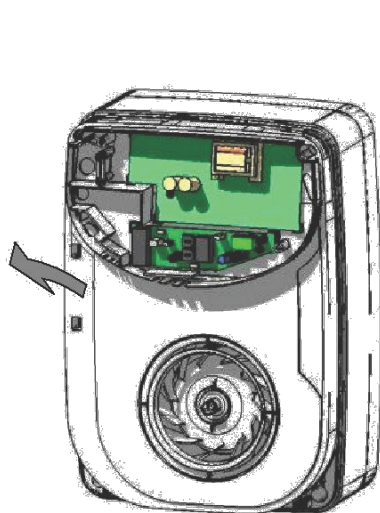
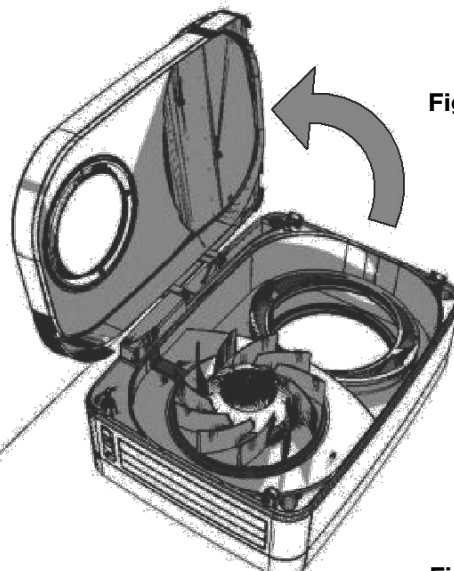

Fig.5
Fig.6
- 3) soulevez à l'endroit indiqué pour fixer les charnières (Fig. 5) et pour ouvrir la porte (Fig. 6).